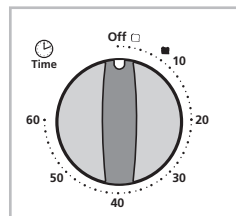

Figura 3
3. **Dial de control de reloj programador con alarma** – Ajuste el tiempo de cocción hasta 60 minutos. Apagará el horno automáticamente al finalizar el tiempo de cocción. (Vea la figura 3)